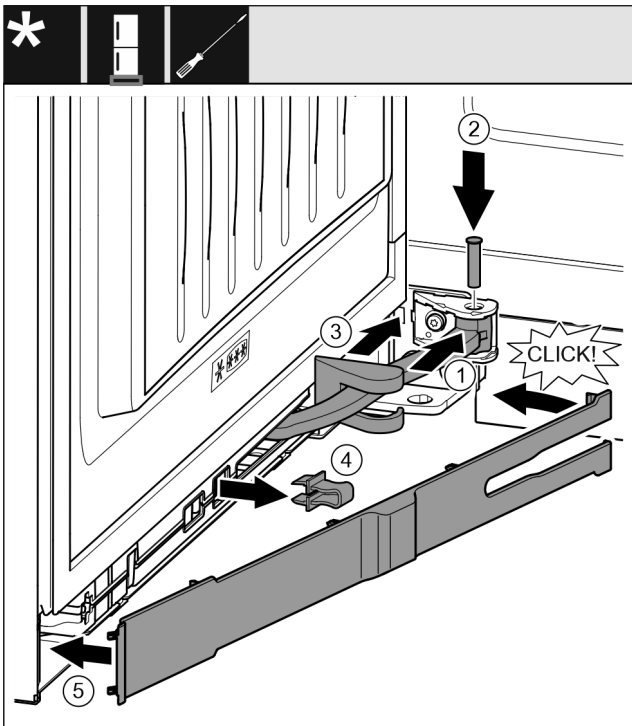

Fig. 69
- ▶ Rotiți articulația Fig. 69 (1) în sistemul de suspendare.
- ▶ Introduceți cu o șurubelniță bolțul Fig. 69 (2) în sistemul de suspendare și articulație. Urmăriți ca respectiva camă de fixare să fie așezată corect în canelură.
- ▶ Împingeți capacul suportului de lagăr Fig. 69 (3) de-a lungul articulației și montați-l deasupra sistemului de suspendare.
- ▶ Detașați siguranța Fig. 69 (4).
- ▶ Aplicați masca Fig. 69 (5) pe partea mânerului și rabatați în interior.